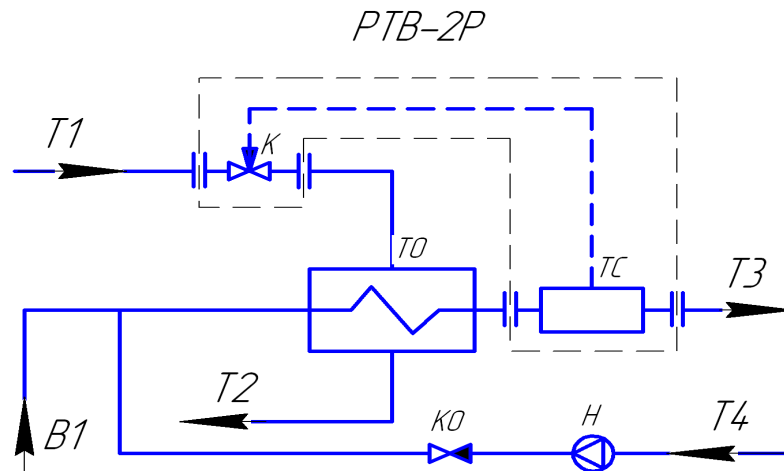

Рис. 2
5.4. . Схема установки регулятора в системах закрытого теплоснабжения, для приготовления ГВС, приведена на рис.2